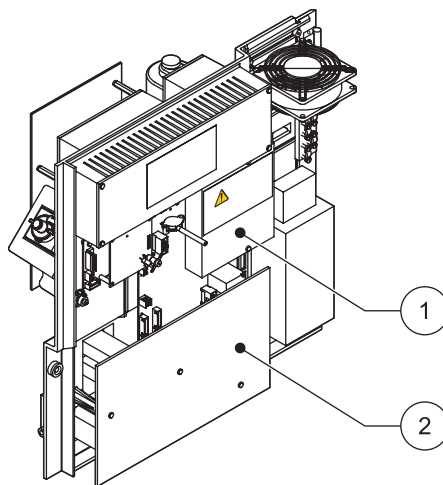

图 11 拆下防护罩
有关拆下防护罩的信息，请参见图 11。
3. 除去防护罩上的两枚螺钉并取下防护罩 (项目 1, 位于第 20 页上的图 11)。
6. 除去固定底部面板盖的三枚螺钉。(项目 2, 位于第 20 页上的图 11)。拆下面板。
3. 拆下防护罩（位于第 20 页上的图 11）。